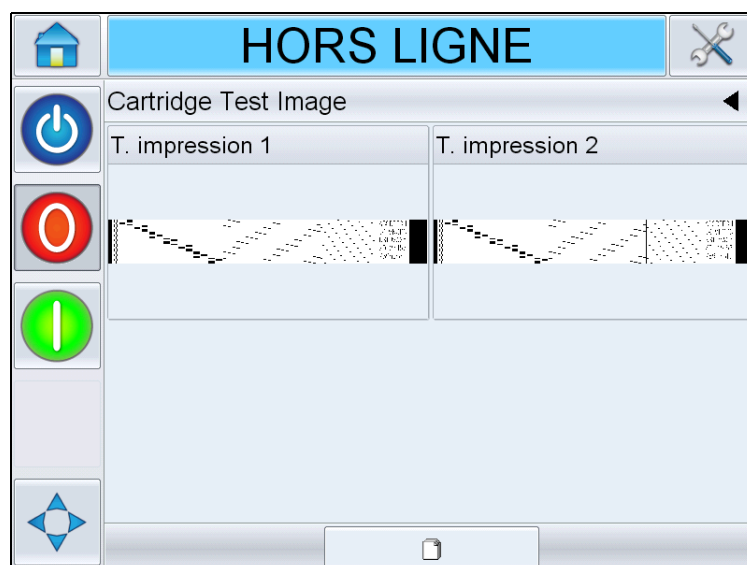

Figure 6-2: Affichage Détails de la tâche en cours
- 2 L'aperçu de la tâche s'affiche, comme indiqué dans Figure 6-2.